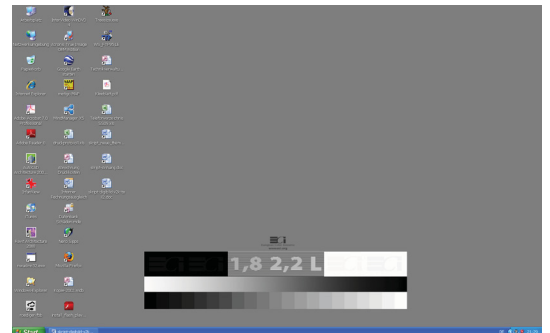

Abb. 13-10: ECI-Testbild als Desktophintergrund
- Monitoranzeige testen (Abb. 13-10) und richtig einstellen
- Das ECI-Testbild als Desktophintergrund einstellen (Abb. 13-10),
- Als Desktophintergrund sollte ein mittleres neutrales GRAU (RGB = 127/127/127) als Flächenfarbe eingestellt oder das Testbild von der ECI (Abb. 13-10) verwendet werden. Bunte Hintergrundbilder beeinflussen die Farbwahrnehmung negativ.